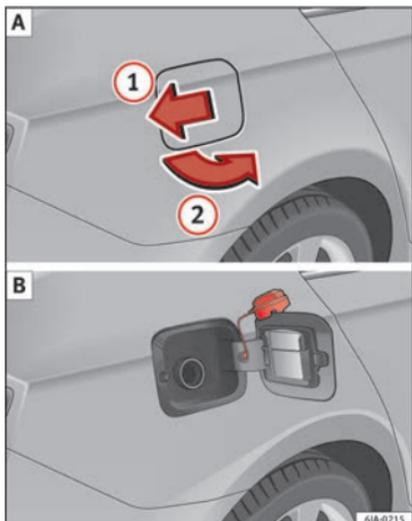

Fig. 48 Lato posteriore destro del veicolo: sportellino del serbatoio/sportellino del serbatoio con il tappo svitato.
- Premere sullo sportellino del serbatoio nel senso della freccia ① » » fig. 48 A e aprirlo seguendo il senso della freccia ②.
- Agganciarlo al bordo superiore dello sportellino del serbatoio » » fig. 48 B.